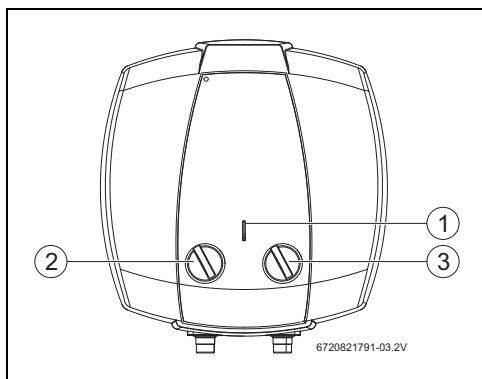

Fig. 11 Interface com o utilizador
- ▶ Posicionar o seletor de temperatura na posição máxima de temperatura, rodar o seletor de temperatura para a direita até ao batente (→ Fig. 11, [4]).